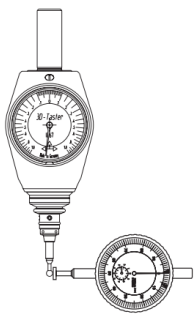

Fig. 2
- Ajuste el indicador a cero (Fig. 2)